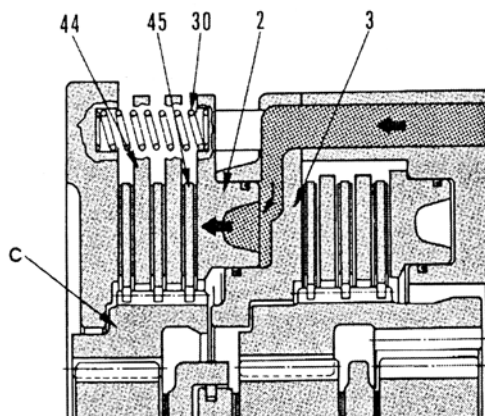

Рис. 5-17.
(1) Включение муфты (под действием давления масла) (рис. 5-17)